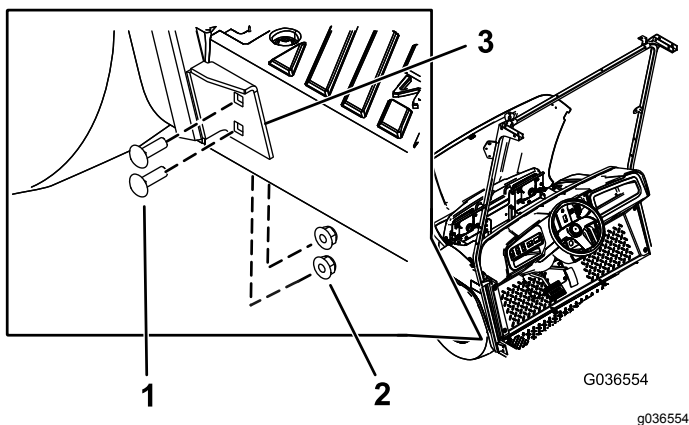

Figura 6
5. Prenda o suporte inferior do suporte do limpador pára-brisas ao lado esquerdo da máquina utilizando quatro parafusos da carroçaria (5/16 x 1 pol.) e quatro porcas flangeadas (5/16 pol.) nos furos que efetuou no passo 2 (Figura 6).